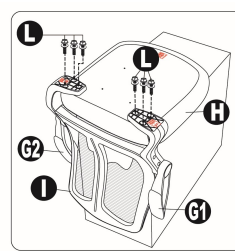

図4
7. 図4のように、35 mm の平ワッシャー付き小ねじ(L)で、アームのブラケット(G1 および G2)をシートクッション(H)の下部に締め付けます。**すべてのねじを完全に締めてください。**